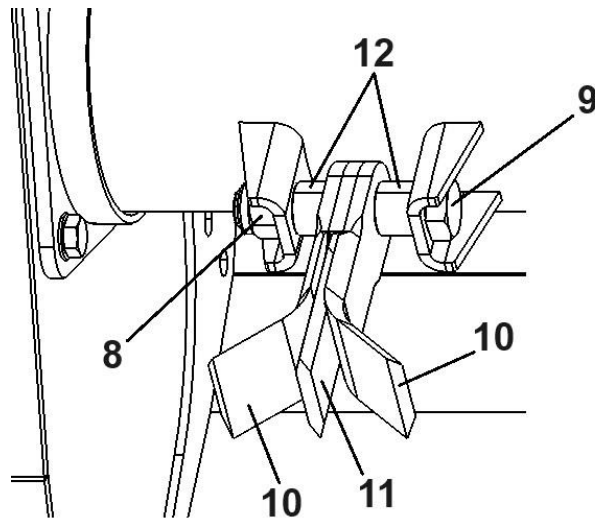

Abbildung 5. Auswechseln der Schneidmesser: 8 – Befestigungsmutter, 9 – Befestigungsschraube, 10 – „Y“-Messer, 11 – gerades Messer, 12 – Buchse
- die Mutter (Abb. 5 Pos. 8) lösen und die Befestigungsschraube (Abb. 5 Pos. 9) herausnehmen,
- die Schneidmesser (Abb. 5 Pos. 10 und 11) zusammen mit den Buchsen (Abb. 5 Pos. 12) herausnehmen,